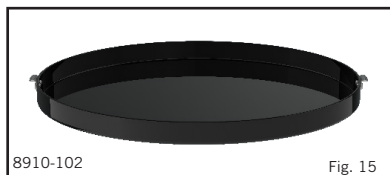

Fig. 11
- La grille barbecue se place sur les trois supports de positionnement moulés du collecteur de graisse (Fig. 11).
- Le plat "Chef" se place sur les trois supports de positionnement moulés du collecteur de graisse (Fig. 11).